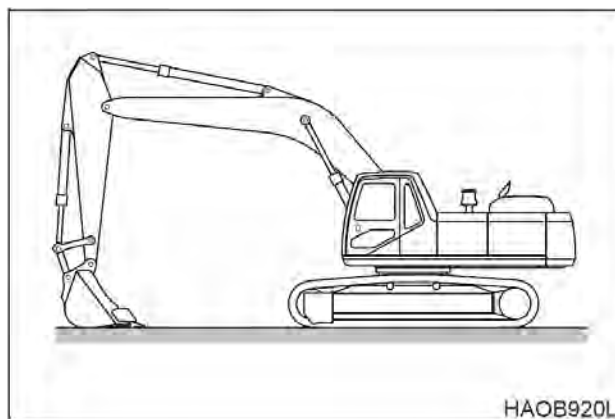

Рис. 67
1. Следует ставить экскаватор на стоянку на плотном ровном грунте. Опустить ковш на грунт, как показано на рис. 67.